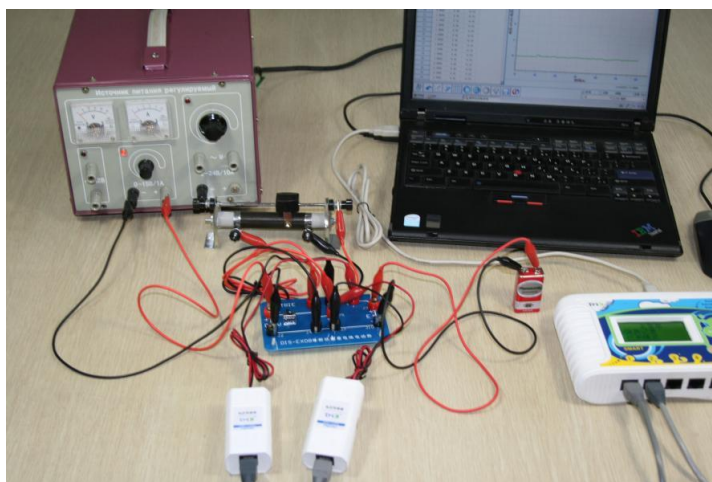

Рис.3 Собранная экспериментальная установка
1. Как показано на рис.3 выше, подключите датчик напряжения к регистратору данных и установите переключатель K1 в положение "0", затем подключите регистратор к компьютеру;
3. Подключите и откалибруйте два датчика напряжения; как показано на рис. 3 выше, соберите цепь, установите время эксперимента 1 мин, интервал регистрации 100 мс, затем выключите выключатель, нажмите кнопку "Старт";